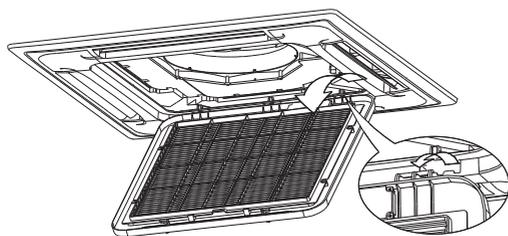

Figura 4
2. Levante o painel da grelha de maneira a desencaixá-lo da grelha da unidade interna, são 3 encaixes na parte de trás desta, em seguida puxe o painel da grelha para baixo, como indicado na figura 4.